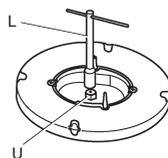

Fig.8
- Avec une clé droite L, dévisser l'injecteur U (fig.8) et le remplacer par les injecteurs adéquate.